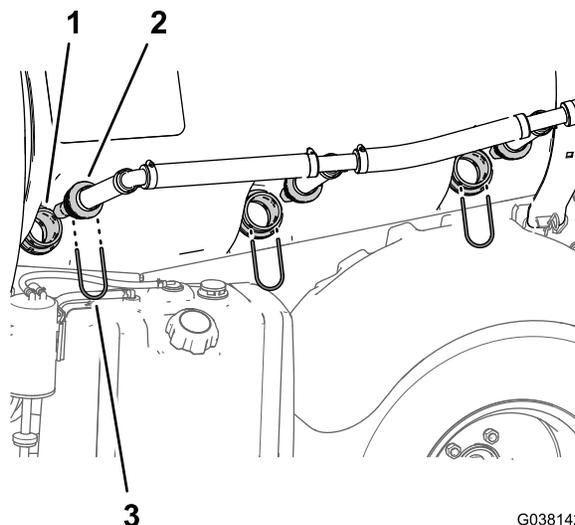

Figure 20
2. Déposez les buses des raccords de traversée (Figure 20).
1. Retirez les 3 étriers qui fixent les buses d'agitation aux raccords de traversée sur le côté gauche de la cuve (Figure 20).